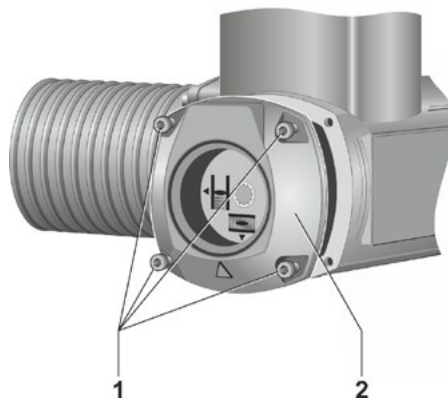

图1：拆下外罩
1. 松开四颗螺丝（图1中的部件1），并拆掉外罩（2）。请注意密封保护好密封圈。
8. 将外罩（图1中的部件2）上的密封圈放好后安装回原处。